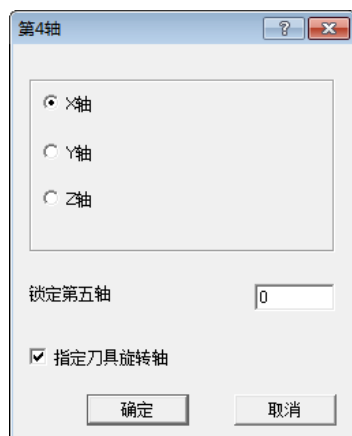

图 4-97 指定刀具旋转轴 (2)
- 单击“旋转轴”按钮, 选择“X 轴”为“第 4 轴”, 勾选“指定刀具旋转轴”复选框 (2), 如图 4-97 所示。单击“确定”按钮, 返回“5X 航空铣控制面板”对话框。